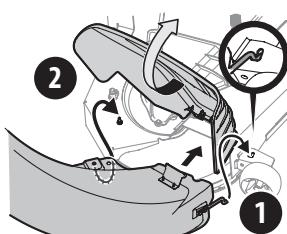

Figura 33
4. Inserte el extremo del codo del canal de descarga (1) en el orificio suministrado en el montaje de rueda de la plataforma tal como se muestra en el recuadro de la Figura 33.
5. Gire el canal de descarga hacia atrás hasta que el orificio del codo del canal de descarga se alinee con el pasador del adaptador de plataforma. Mueva el codo de descarga hacia abajo hacia ese pasador como se muestra en (2) de la Figura 33.